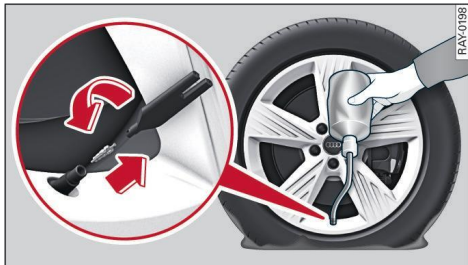

Fig. 171 Neumáticos: Llenar el neumático
- ▶ Retire la caperuza de la válvula del neumático y desenrosque el obús de la válvula con el útil que se suministra ⇒ *fig. 171*.